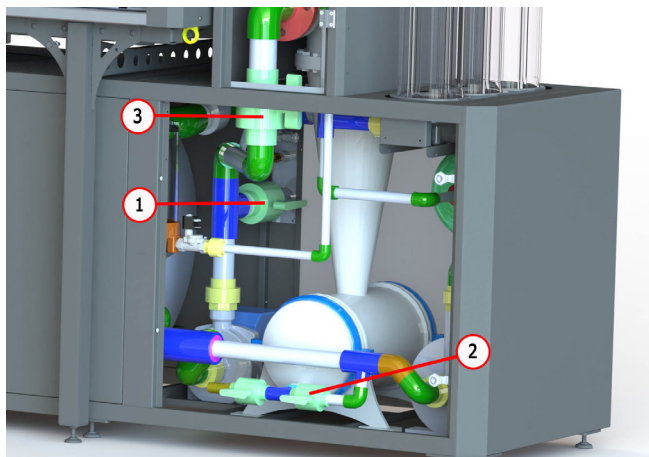

Рисунок 48
2. Откройте краны 1, 2 и закройте кран 3 см. рис. 48.